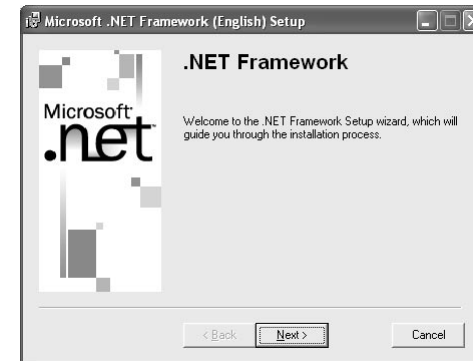

Fig.6 Ecran de démarrage du programme d'installation Microsoft .Net Framework
- 3** Le programme d'installation indiqué à la Fig.6 démarre. Effectuer l'installation en suivant les instructions du programme d'installation.